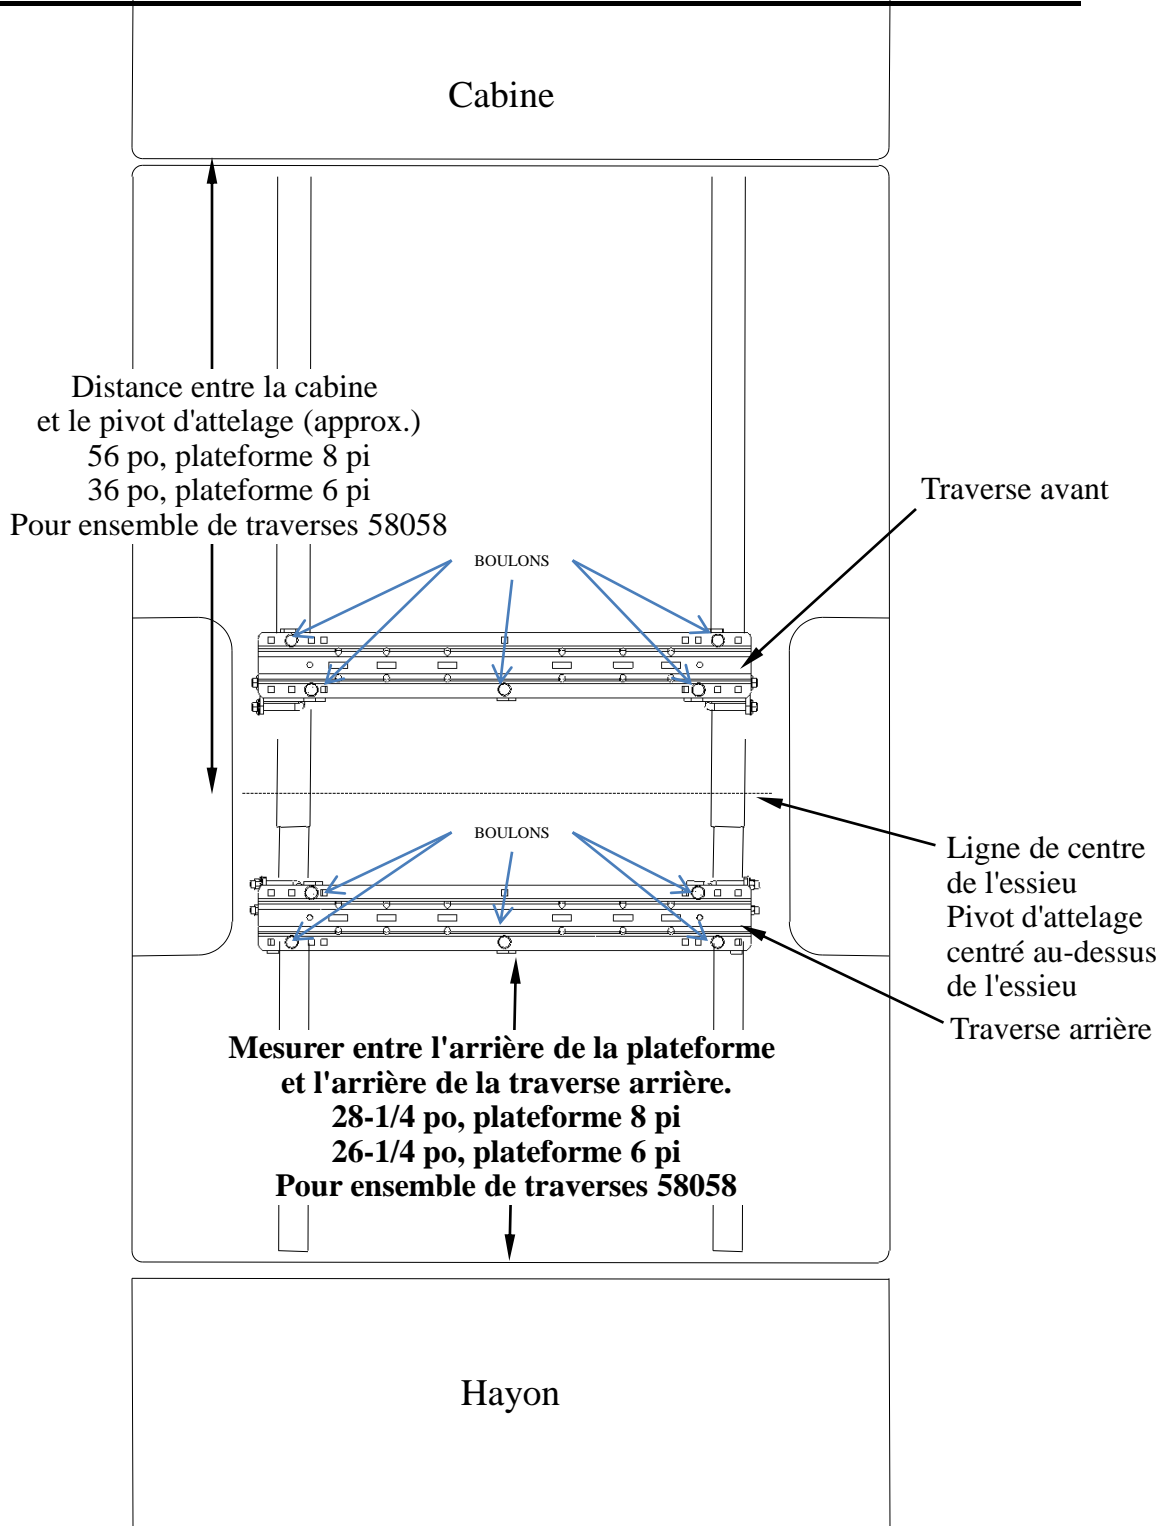

Figure 3A
19. Suivre les instructions précédentes mais poser les supports (2) et (4) en position inversée.
21. Pour les endroits à percer, voir la Fig. 3A à la page 5.